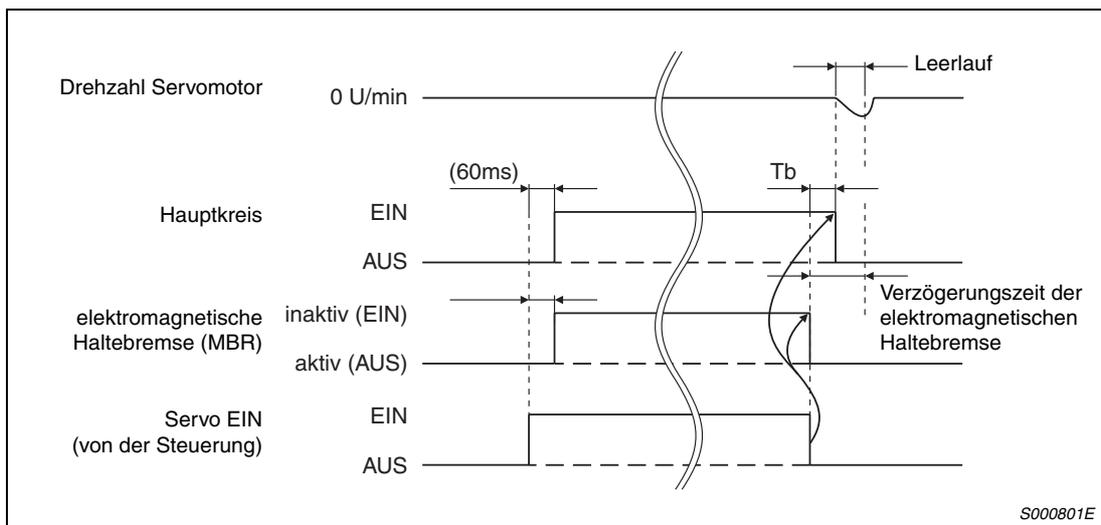

Abb. 3-23: Servo-Ein-Signal (von der Steuerung) EIN/AUS
- ① Stellen Sie über Parameter 21 eine Zeitverzögerung (T_b) zwischen dem Einschalten der elektromagnetischen Haltebremse und dem Abschalten des Leistungskreises ein, wie in Abb. 3-23 dargestellt.
- ② Stellen Sie über Parameter 30 die Drehzahl ein, bei der die elektromagnetische Haltebremse bei einem Alarm oder einem NOT-AUS aktiviert werden soll.